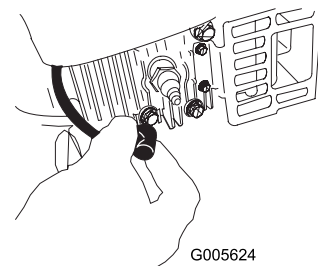

Bild 36
2. Ziehen Sie das Zündkabel von der Zündkerze ab, bevor Sie Wartungsarbeiten ausführen (Bild 36).